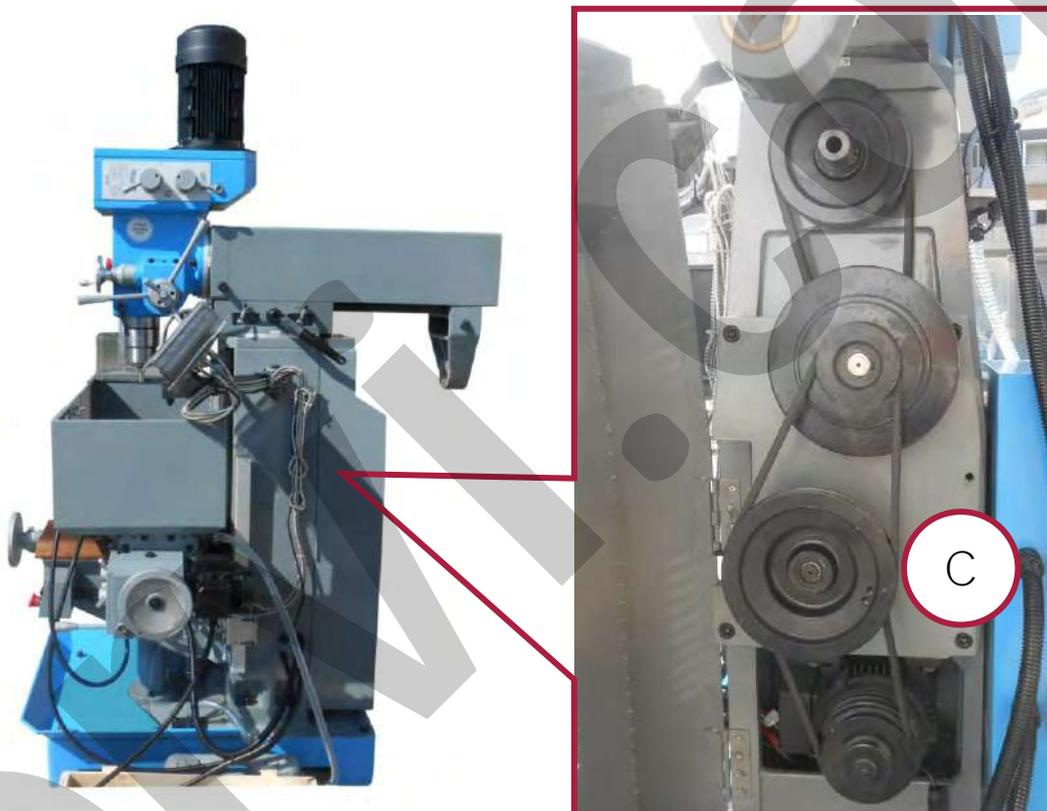

Figura 12 – Cinghie di trasmissione per la regolazione della velocità di rotazione del mandrino orizzontale.
2. **Allentare il dado esagonale presente sull'albero** del gruppo pulegge di rinvio (Rif. A in Figura 12).